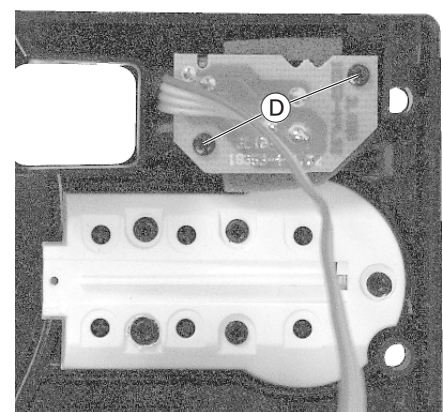

Fig. 5
- 2 Schrauben (D) herausschrauben und die I/O-Platte abnehmen (Fig. 5).
- Undo 2 screws (D) and remove the I/O Board (Fig. 5).